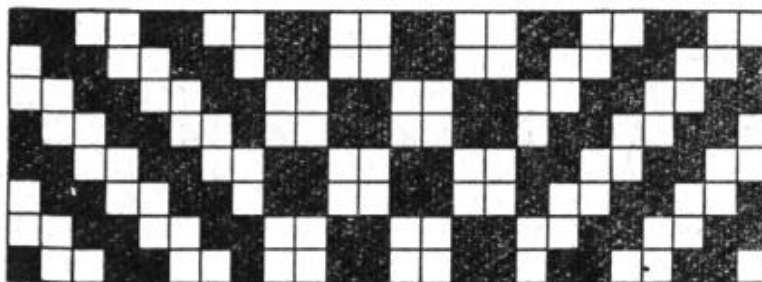

Рис.32. Орнаментное переплетение
- б) комбинированные (рис. 32- 34):